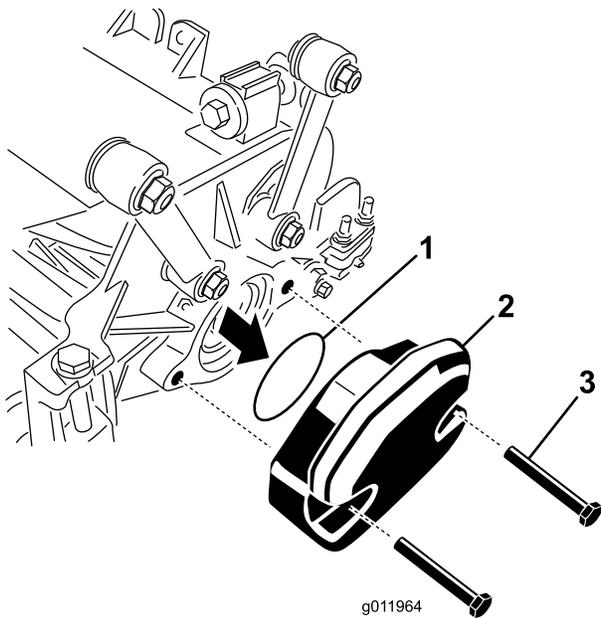

Bild 6
1. Entfernen Sie an der Schneideinheit Nr. 3 die zwei Kopschrauben, mit denen das Gegengewicht am linken Ende der Schneideinheit befestigt ist, und nehmen Sie das Gegengewicht ab (Bild 6).